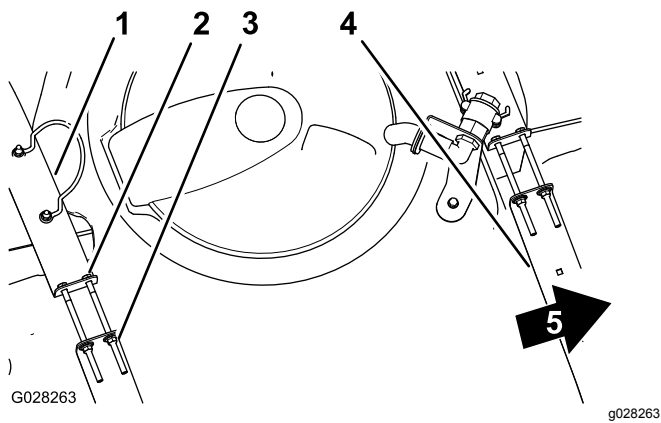

Bild 18
2. Prüfen Sie, ob Sie zwischen den Behälterriemen und dem Behälter eine Bewegung feststellen können (Bild 18).
- Wenn die Behälterriemen lose am Behälter angebracht sind, ziehen Sie die Sicherungsbundmutter und Schrauben oben an den Riemen an, bis sie mit der Behälteroberfläche bündig sind (Bild 18).